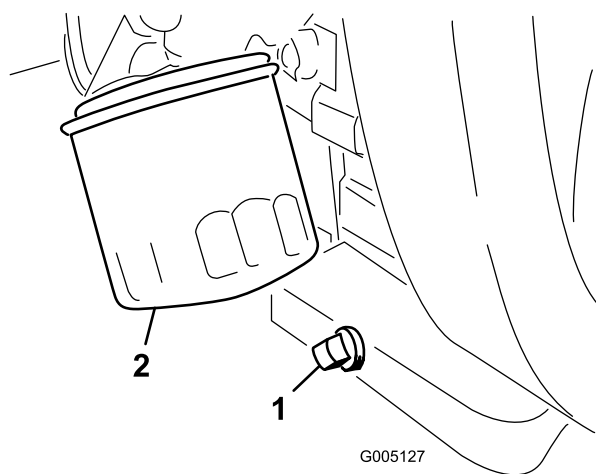

Figure 44
1. Retirez le bouchon de vidange (Figure 44) et laissez couler l'huile dans un bac de vidange. Remettez le bouchon quand la vidange est terminée.
2. Déposez le filtre à huile (Figure 44). Appliquez une fine couche d'huile sur le joint du filtre de rechange.